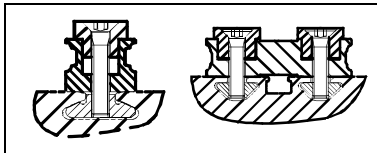

Fig. 10
2. Sustituir los tornillos de fijación de la guía por tornillos con casquillo de seguridad. Los casquillos de seguridad (H) tienen que estar montados como se indica en la fig. 10.
2. Remplacez ces vis de fixation par des vis de maintien dotés d'une douille de freinage. Les douilles de freinage (H) doivent être posées comme indiqué à la fig. 10